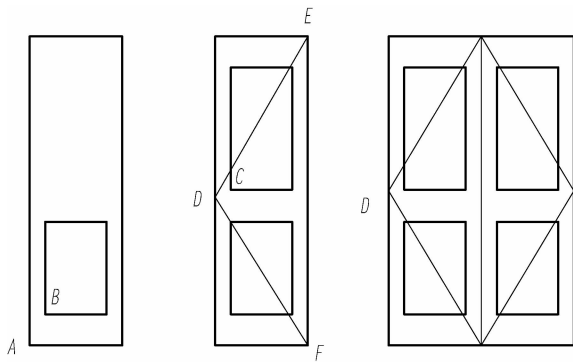

图 3-47 双扇门的绘制过程
(1) 新建图形文件。
(2) 新建“粗实线”图层和“细实线”图层。
(3) 在“粗实线”图层中,先绘制 $600 \times 2\,000$ 的矩形,再绘制 400×600 的小矩形,启用“捕捉自”命令,以点 A 为基点,偏移“@100,200”;确定点 B,然后输入相对坐标“@400,600”,使用同样的方法绘制 400×800 的小矩形,镜像单扇门得双扇门。绘制过程如图 3-47 所示。